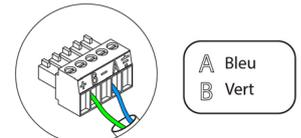

Fig. 52
Pour la connexion au bus connexion Airzone de la platine centrale ④, vous disposez de 1 borne à 5 broches. Fixez les câbles à l'aide des vis de la borne, en respectant le code couleur (Fig. 52).